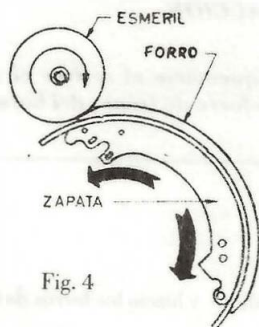

Fig. 4
d. Bisele los forros de frenos en sus extremos (fig. 4).